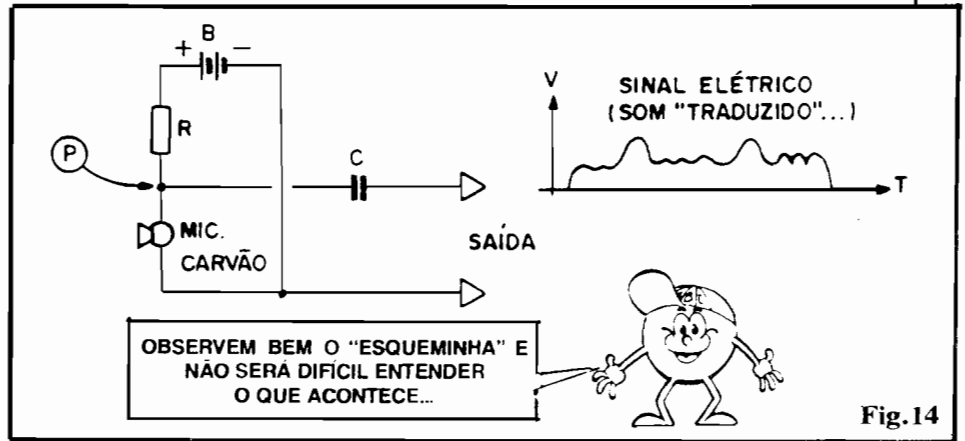

Fig. 14
- **FIG. 14** - Apenas para ilustrar (falaremos com detalhes a respeito, em futura e específica "Aula", nas "Lições" sobre o casamento do SOM com a ELETRÔNICA...), vamos ver a acomodação típica de um MICROFONE DE CARVÃO, para que seus sinais possam ser convenientemente aproveitados e manejados pelos blocos circuitais seguintes... Se - conforme mostra o "esqueminha" da figura - "empilharmos" o microfone com um resistor comum, fixo, "R", alimentando esse pequeno conjunto/série com pilhas ou bateria ("B"), estabeleceremos um DIVISOR DE TENSÃO... Supondo que a Resistência, em repouso, do microfone, seja igual ao valor nominal do resistor "R", teremos (também no repouso) uma Tensão, no ponto "P" igual à **metade** da "voltagem" fornecida pela bateria "B". Quando alguém fala à frente do microfone, sua Resistência intrínseca varia, determinando proporcionais e correspondentes alterações na Tensão presente no ponto "P"... Para que possamos "retirar" esse sinal/variação do sistema, sem interferir com as Correntes e Resistências inerentes ao bloco, interpomos um capacitor C, com valor que permita a rápida carga/descarga das tais variações na "voltagem"... Assim processado, o sinal elétrico (nada mais do que "som traduzido") pode ser facilmente aproveitado, para eventual amplificação (ou mesmo para utilização direta, em alguns casos! Observem que o mais **importante** na pequena "Lição" visualizada na fig. 14 é a presença do DIVISOR DE TENSÃO (formado pelo